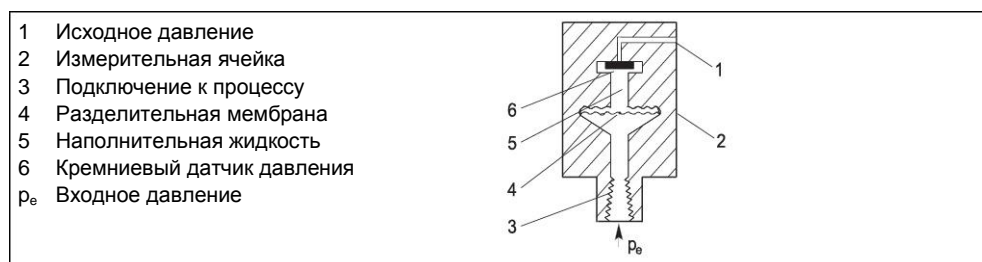

Рис. 6 Измерительная ячейка для давления, функциональная схема
Давление  $p_e$  подается через подключение к процессу (№ 3 на рис. 6, стр. 18) измерительной ячейки (2). Далее оно передается через разделительную мембрану (4) и наполнительную жидкость (5) на кремниевый датчик (6), в результате чего измерительная диафрагма последнего прогибается. Кроме того, изменяется сопротивление четырех пьезорезисторов в мостовой схеме, легированной в измерительную диафрагму. При изменении сопротивления на выходе мостовой схемы создается напряжение, пропорциональное входному давлению.